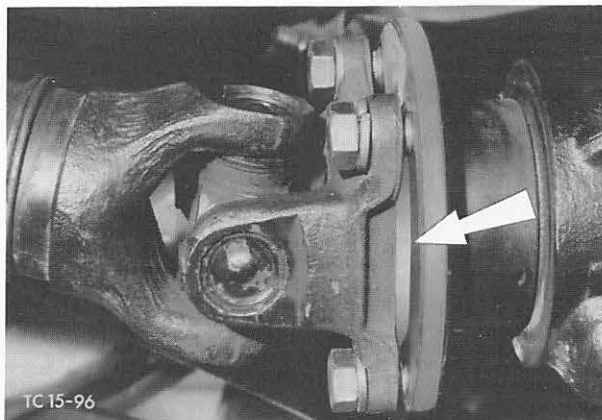

Abb. 117 Distanzring zwischen Hinterachs- und Gelenkwellenflansch
- b) Einen 4 mm dicken Distanzring zwischen Gabelflansch-Gelenkwelle und Hinterachsflansch legen, Abb. 117. Schrauben – Gelenkwelle an Hinterachsflansch – festziehen.